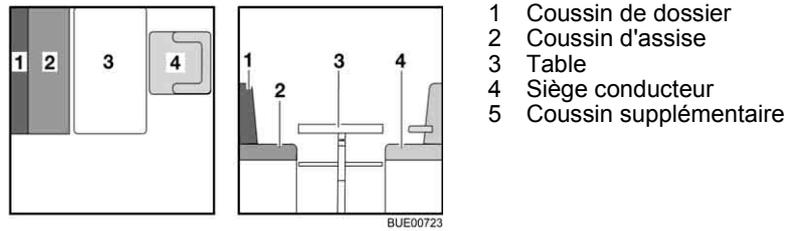

Fig. 110 Avant la transformation
- Tourner le siège conducteur (Fig. 110,4) et le pousser complètement vers l'avant.
- Convertir la table (Fig. 110,3) en sommier de lit (voir paragraphe 6.10).
- Placer le coussin de dossier (Fig. 110,1) de côté.